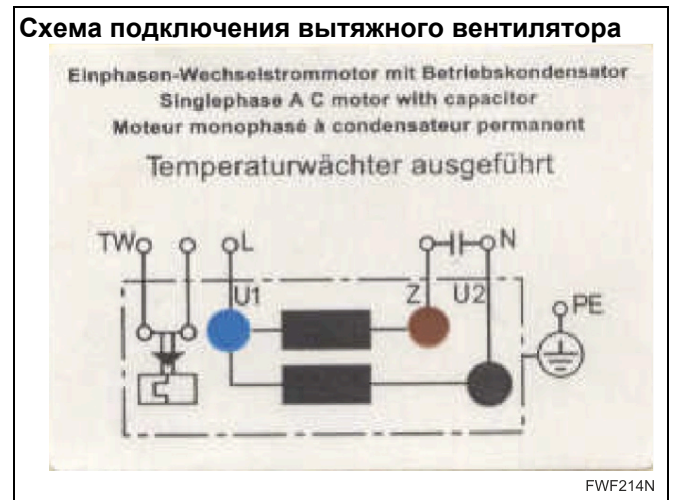

Рис. 54
- Главный вытяжной вентилятор является радиальным, с отклоненными назад лопатками и встроенным однофазным индукционным электродвигателем. Для обмоток электродвигателя предусмотрена температурная защита (см. *Рис. 54*).